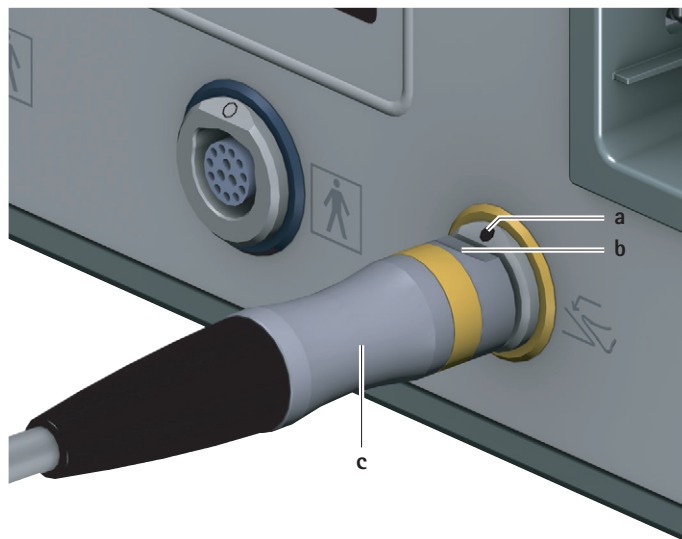

Fig. 2 Ligar o comando a pedal
- Alinhar a ficha do comando a pedal c de tal forma que a marcação b na ficha coincida com a marcação a na tomada de ligação do comando a pedal 6, ver Fig. 2.
- Retirar a ficha do comando a pedal **c** da tomada de ligação do comando a pedal **6**, ver Fig. 2.